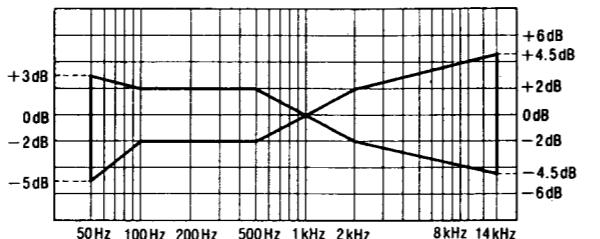

Fig. 9
- Après cela, amplifier le signal enregistré sur la bande vierge CrO₂ (QZZCRX) et la bande vierge métallisée (QZZCRZ) jusqu'à 14kHz et régler de la même manière que celle mentionnée ci-dessus. Puis, vérifier que le niveau de fréquence soit en deçà de la plage montrée à la Fig. 9.